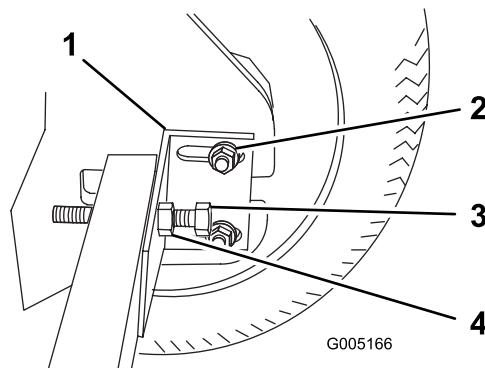

Figure 31
3. Desserrez les écrous de fixation du support de retenue d'essieu (Figure 31).
4. Desserrez l'écrou du boulon de tension de chaîne et desserrez le boulon (Figure 31).
7. Positionnez le support de retenue d'essieu contre l'essieu et le châssis, puis serrez l'écrou sur le boulon pour le fixer en place (Figure 31) et serrez l'écrou à 40,7 Nm (30 pi-lb).